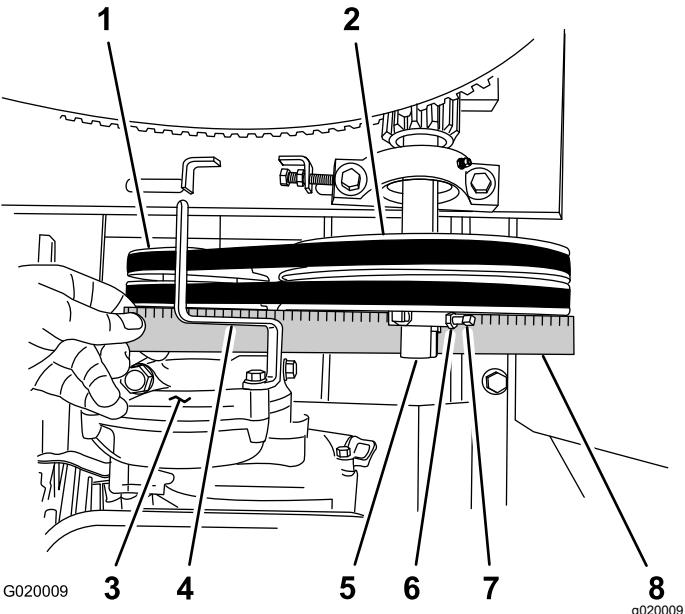

Figura 64
D. Coloque una regla sobre la polea del motor y la polea tensora (Figura 64).
- E. Si es necesario, gire el motor sobre la chapa del motor hasta que la polea del motor y la polea tensora estén alineadas con la regla (Figura 64).